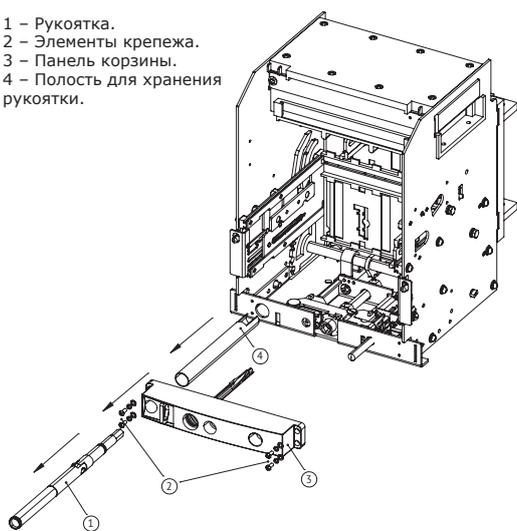

Рисунок 1 – Предварительная подготовка перед установкой контакта сигнализации положения выключателя в корзине
- извлечь рукоятку (1) (рисунок 1);
- открутить винты (2) используя отвертку с жалом PH2 (рисунок 1);
- снять панель (3), аккуратно придерживая ее за внутреннюю часть (планку сзади), чтобы внутренние детали остались на месте (рисунок 1);
- вытащить трубку для хранения рукоятки (4) (рисунок 1);